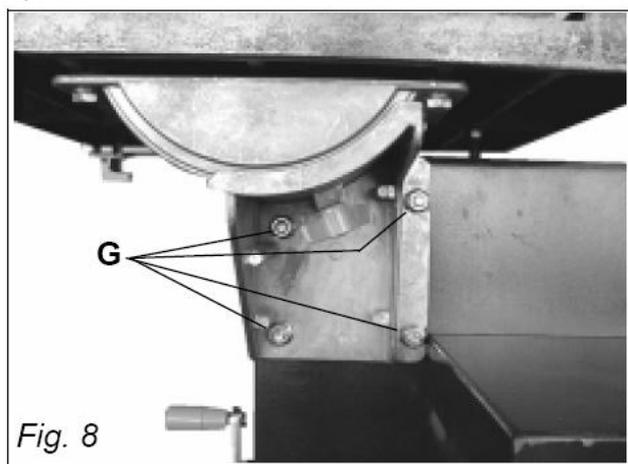

Рис. 8
Чтобы выровнять стол относительно полотна, ослабьте 4 гайки M8 (G) Рис. 8, с помощью которых крепится опора наклона стола к корпусу станка.